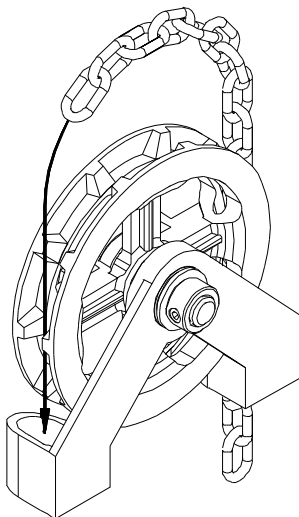

Figure 11 Installation de la chaîne du palan
4. **Opera-H:** Passez la chaîne à main à travers le palan à chaîne sur le côté du châssis (Figure 11), laissez les deux extrémités pendre vers le sol et coupez la chaîne, si nécessaire, de façon à ce que les deux extrémités soient à environ 0,6 m (2 pi) du plancher. Connectez les deux extrémités de la chaîne.